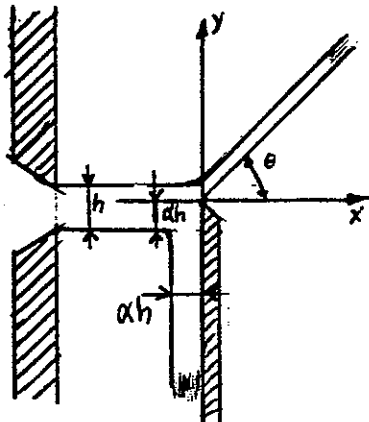

Fig. 6.3
**6.3** Um jato livre à atmosfera escoar por um fenda de altura  $h$  e largura  $b$ , e atinge, horizontalmente, uma placa vertical que divide esse jato em dois escoamentos, conforme Fig. 6.3.